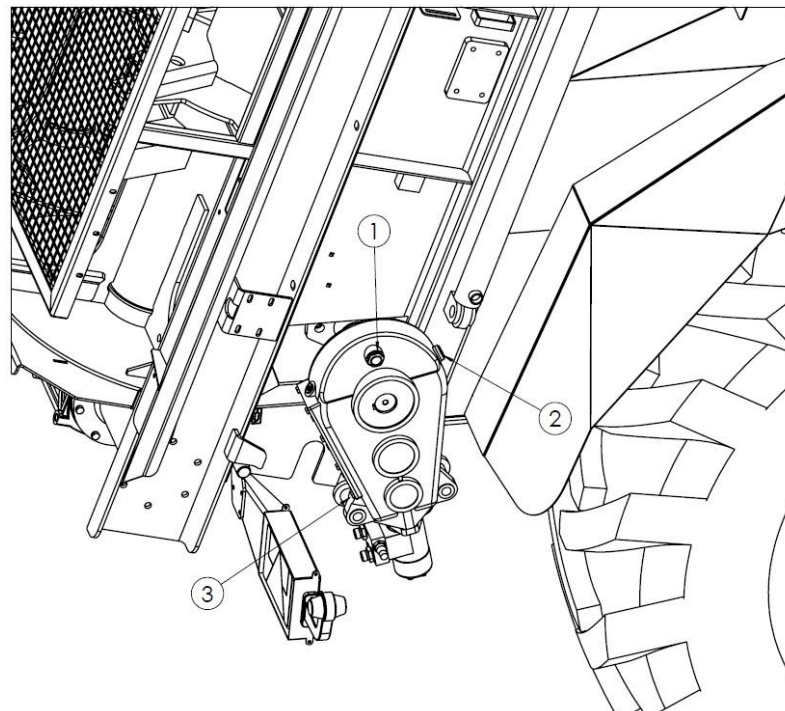

Рисунок 20. Точки контроля уровня масла редуктора напольного конвейера.
Для слива масла из редуктора (рис. 20, 21) необходимо открутить сливные пробки (3). Через заливное отверстие (1) заливайте новое масло в редуктор до тех пор, пока оно не появится в контрольном глазке (2). Правильный уровень масла достигается тогда, когда масло видно посередине контрольного глазка.